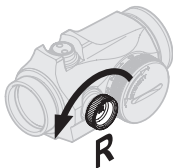

Fig. 4 Réglages en azimut
e. Réglages en azimut (Voir Fig. 4)
- Pour déplacer le point d'impact vers la droite, tournez la vis de réglage en azimut (5) dans le sens contraire des aiguilles d'une montre.
- Pour déplacer le point d'impact vers la gauche, tournez la vis de réglage en azimut (5) dans le sens des aiguilles d'une montre.